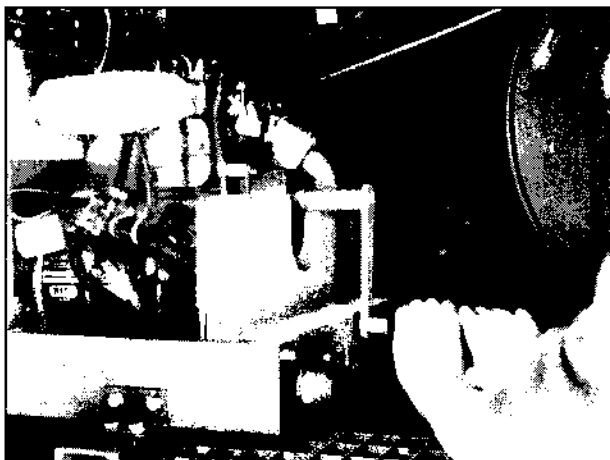

Bild 69
10. Handkurbel einstecken und mit Schwung durchdrehen (Bild 69).